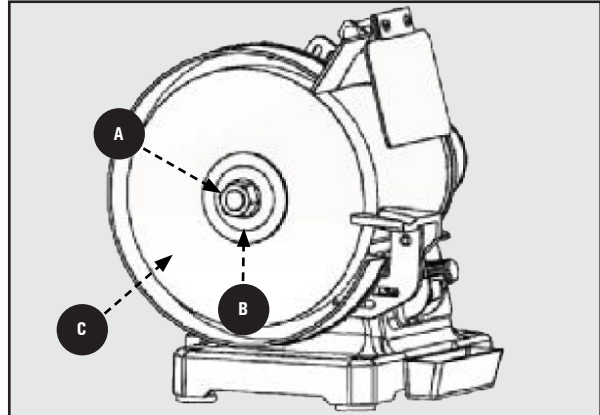

Figura 9
1. Retire los (2) y la perilla de bloqueo inferior y el perno de carro que asegura los soportes de los apoyos de las herramientas. Estos seguros la cara exterior de la guarda del disco al marco de la herramienta.
4. Retire la tuerca del eje **(A)**, la brida del disco **(B)** y el disco abrasivo usado **(C)**. Vea la Figura 9.
7. Vuelva a colocar el protector de la rueda y asegúrelo con los (2) tornillos, el perno de carro, la perilla de bloqueo inferior y el soporte del soporte de la herramienta que retiró previamente en el paso 1.